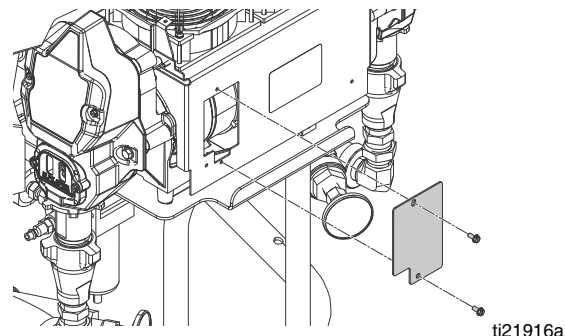

FIG. 19 : Balais moteur
6. Retirez le couvercle de la commande d'afficheur (26). Débranchez les câbles du moteur comme suit :
- a. Retirez les deux boulons et le plateau du capot d'accès. Voir FIG. 19.